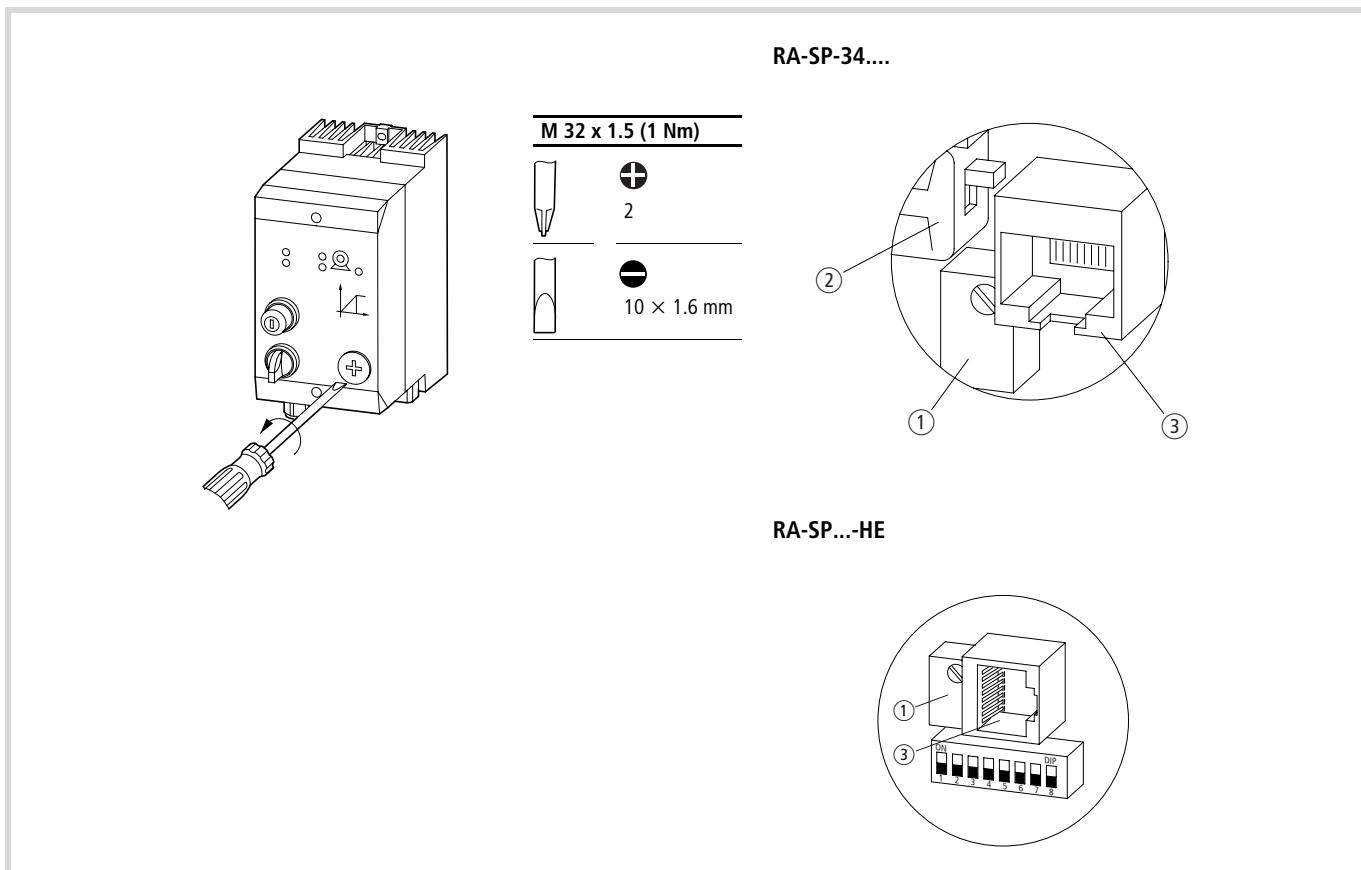

Figure 107 : Modification du réglage usine pour la fréquence, le sens de rotation et les paramètres
- ① Potentiomètre « n_0 »
- ② Inversion du sens de marche
- ③ Interface série RS 422 (RJ45)
- ④ Codeur DIP
① Potentiomètre « n_0 » (→ fig. 107)
② Inversion de phases (→ fig. 107)
③ Interface série RS 422 (→ fig. 107)